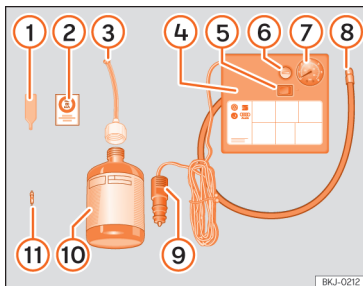

Fig. 246 Representação standard: conteúdo do kit antifuros.
O kit antifuros está localizado na bagageira, por baixo do revestimento do piso. Inclui os seguintes componentes >>> **Fig. 246:**
- Desenrosque a proteção e o obus da válvula do pneu. Utilize o aparelho >>> **Fig. 246 ①** para retirar o obus. Coloque-o numa superfície limpa.
- Agite com força a garrafa de vedante de pneus >>> **Fig. 246 ⑩**.
- Enrosque o tubo de enchimento >>> **Fig. 246 ③** na garrafa de vedante. O selo da garrafa partir-se-á automaticamente.
- Remova o tampão do tubo de enchimento >>> **Fig. 246 ③** e enrosque a extremidade aberta do tubo na válvula do pneu.
- Volte a colocar o obus com o aparelho >>> **Fig. 246 ①** na válvula do pneu.
- Enrosque o tubo de enchimento do pneu do compressor >>> **Fig. 246 ⑧** na válvula do pneu.
- Verifique se o parafuso de evacuação de ar está fechado >>> **Fig. 246 ⑥**.
- Ligue o conector >>> **Fig. 246 ⑨** a uma tomada de corrente de 12 volts do veículo >>> **Página 251**.
- Ligue o compressor de ar com o interruptor ON/OFF >>> **Fig. 246 ⑤**.
- Cole o autocolante >>> Fig. 246 ② no painel de instrumentos, dentro do campo visual do condutor.
Volte a enroscar o tubo de enchimento >>> Fig. 246 ⑧ e verifique a pressão no manómetro ⑦.